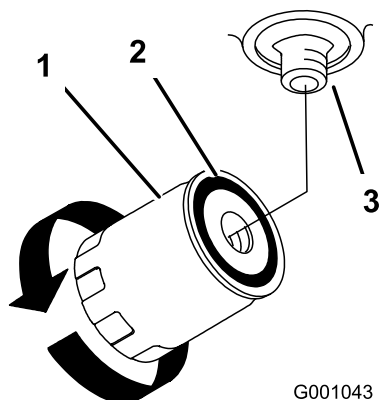

Figura 71
4. Togliete il filtro usato e tergete la superficie della guarnizione dell'adattatore del filtro (Figura 71).
7. Girate il filtro in senso orario finché la guarnizione di gomma non tocca l'adattatore, quindi serrate il filtro di un altro mezzo giro (Figura 71).